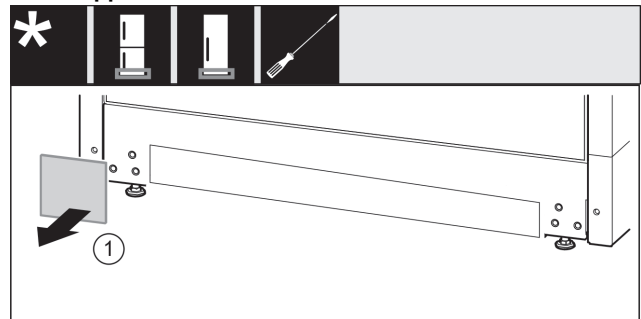

Fig. 47
- ▶ Afdekking Fig. 47 (1) wegnemen.